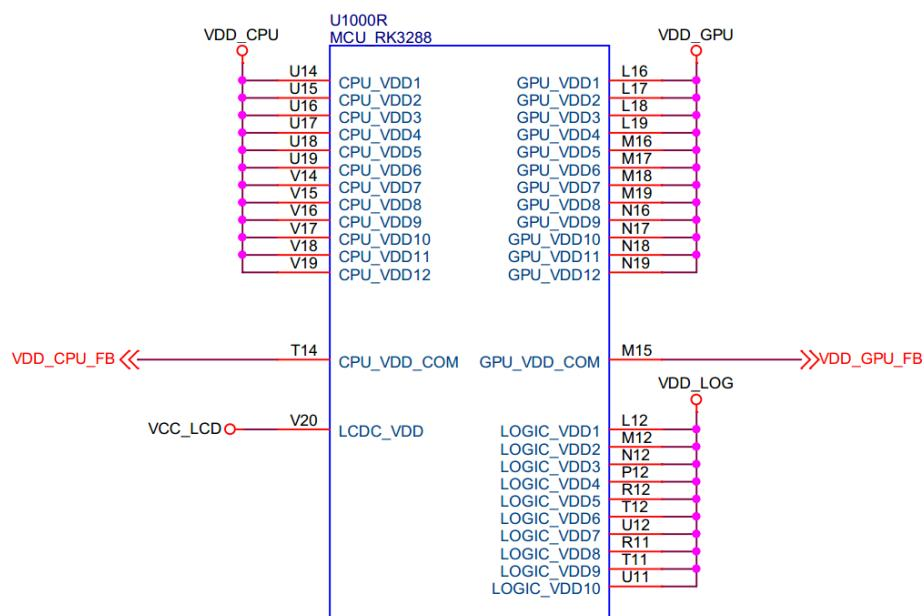

图14-9
- 设计时请确保LCDC_VDD供电正常，否则会出现显示异常的情况，如图14-9的pin V20；